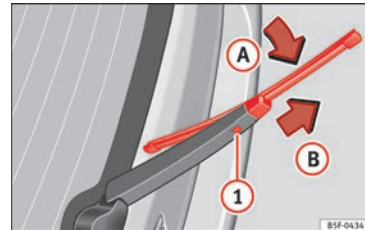

Fig. 79 Cambio de la escobilla de la luneta.
- Pliegue la escobilla por arriba hacia el brazo del limpiaparabrisas » » fig. 79 (flecha **A**).
- Mantenga presionada la tecla de desbloqueo » » fig. 79 **1** tirando de la escobilla en el sentido de la flecha **B**. Es probable que tenga que emplear mucha fuerza.
- Inserte en el brazo limpiaparabrisas una escobilla nueva **de la misma longitud y tipo**, en sentido contrario a la flecha » » fig. 79 **B** hasta que encastre. Para ello, la escobilla debe estar en posición recogida (flecha **A**).